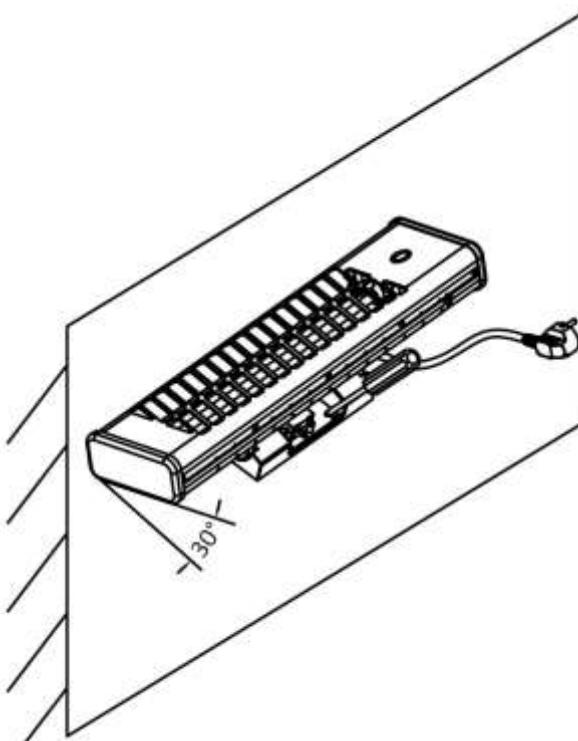

Bild 6
7. Sväng upp värmeelementet hela vägen och dra sedan åt de två skruvorna på nedre delen av väggfästet (se bild 6). Nu är värmeelementet korrekt fixerat till väggen.